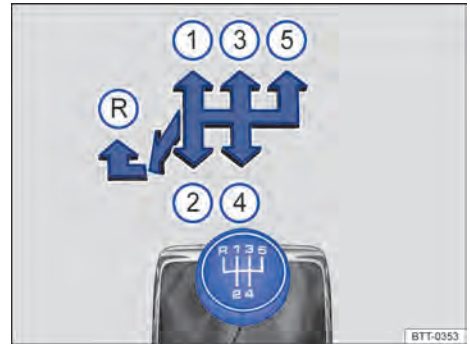

Fig. 84 Esquema de la transmisión manual de 5 marchas.
Las posiciones de cada marcha están representadas en la palanca de cambios → fig. 84.
- Empujar la palanca de cambios totalmente hacia la izquierda y después hacia adelante hasta la posición de la marcha atrás → fig. 84 .